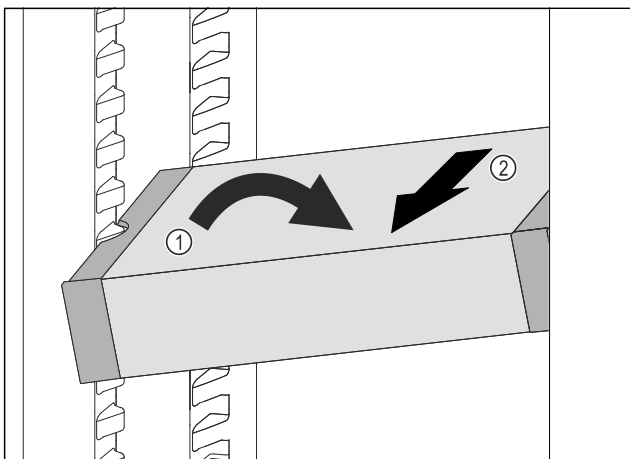

Fig. 100
- Наклонете VarioSafe в хладилната част. Fig. 100 (1)
- Извадете VarioSafe напред. Fig. 100 (2)